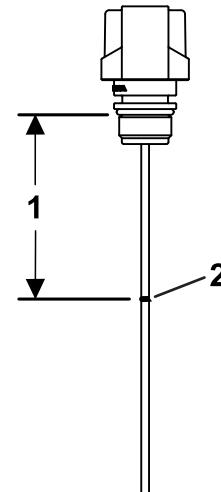

Figura 9
7. Recorte la varilla hasta la línea marcada en 9,5 cm, tal y como se muestra en la Figura 9 y, a continuación, instale la varilla en la abertura del depósito detector de fugas.